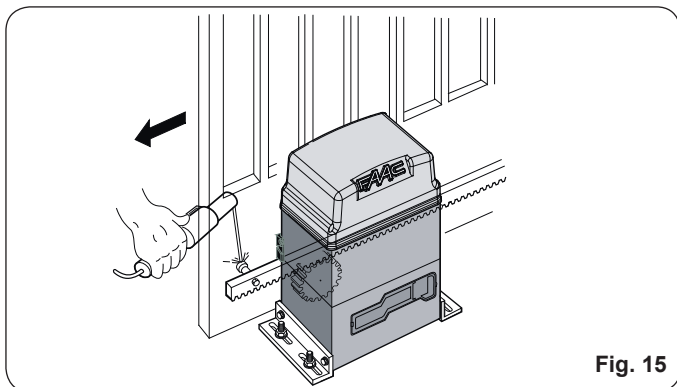

Fig. 15
3. Apoiar sobre o pinhão, de modo nivelado, a primeira parte da cremalheira e soldar a cavilha roscada no portão, como indicado na Fig. 15.